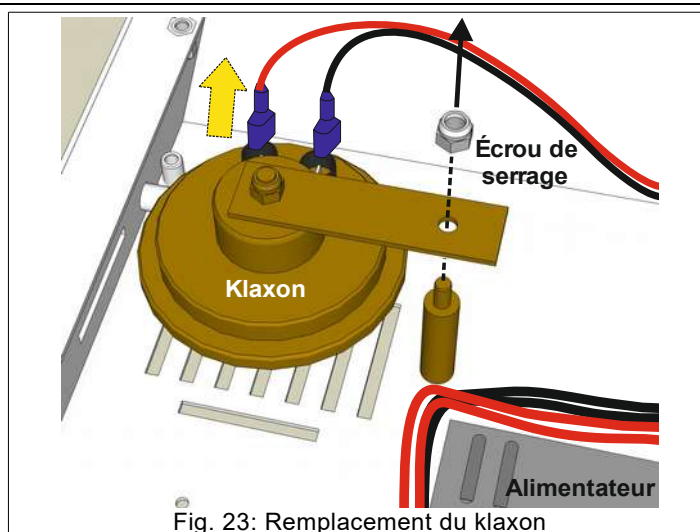

Fig. 23: Remplacement du klaxon
2. Repérez l'avertisseur (Fig. 23) à remplacer et déconnectez les câbles (rouge: +, noir: -) des deux connecteurs.